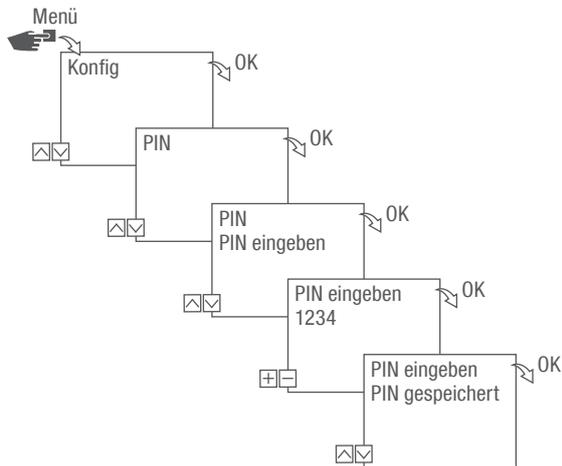

Abb. 15: PIN festlegen
5. Die Bluetooth-Taste (Abb. 15/①) an der Verteilerschaltuhr drücken.